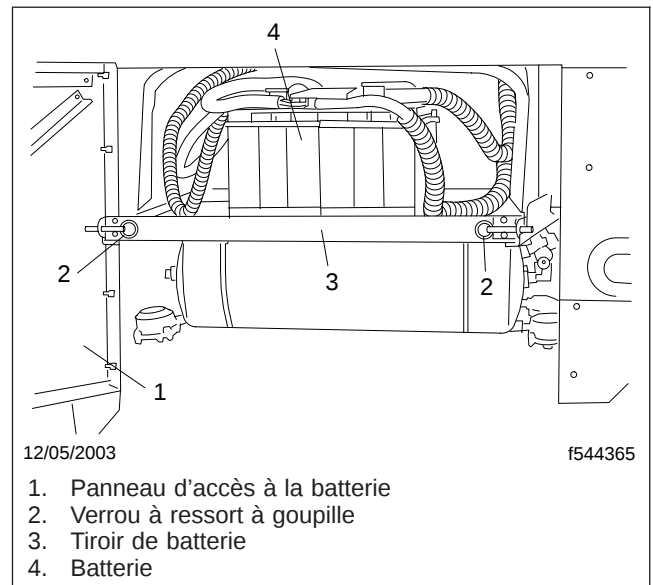

Fig. 14.4, Accès à la batterie
2. Pour accéder aux batteries, ouvrez le coffre à batteries. Voir la figure 14.4. Pour des instructions détaillées, reportez-vous au chapitre 2.